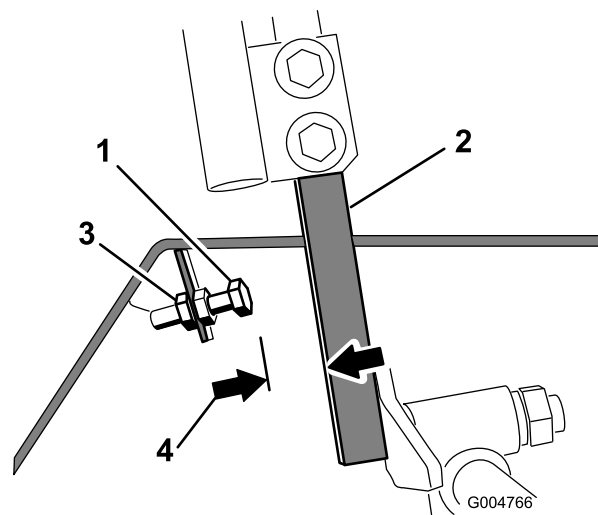

Figure 65
4. Desserrez l'écrou de blocage sur le boulon d'arrêt de l'un des leviers de commande (Figure 65).